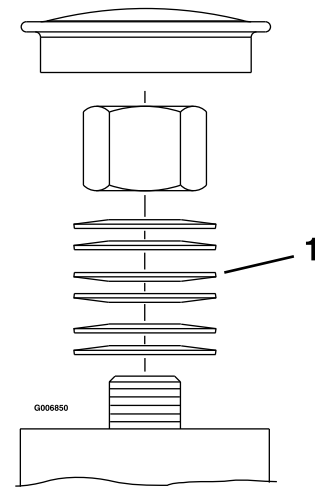
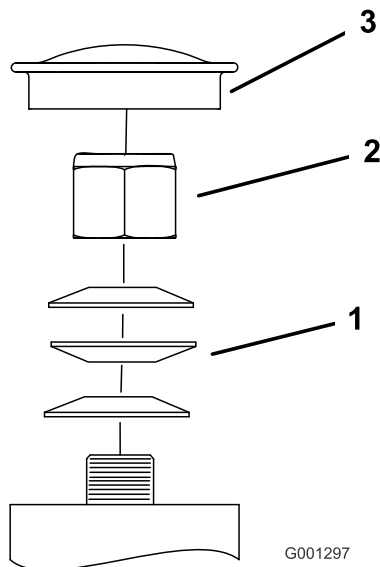

Figura 52
Figura 51
3. Retire el tapón guardapolvo de la rueda giratoria y apriete la contratuerca hasta que las arandelas de muelle estén planas, luego aflójela $\frac{1}{4}$ de vuelta para establecer correctamente la precarga de los cojinetes (Figura 51 y Figura 52).
Importante: Asegúrese de que las arandelas de muelle están correctamente instaladas, según se muestra en Figura 51 y Figura 52.